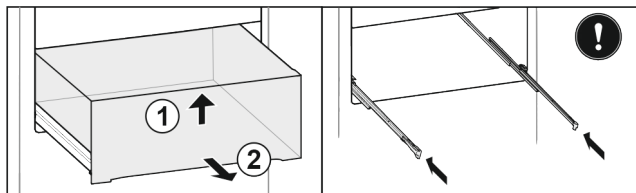

Fig. 27\*
- ▶ Повдигнете чекмеджето отпред Fig. 27 (1).\*
- ▶ Извадете напред Fig. 27 (2).\*